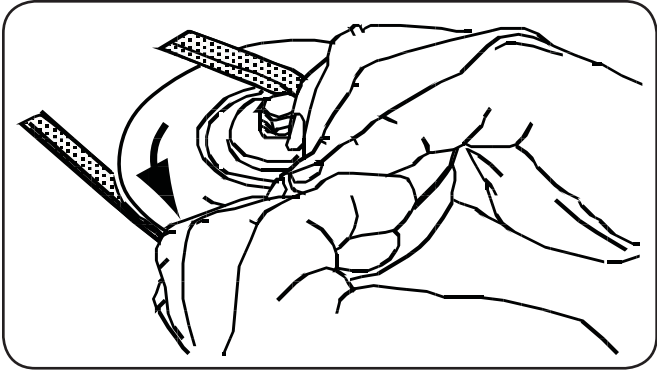

Figure 7-11
9. Tirez la droite de la courroie vers l'avant et placez le côté en V étroit dans la gorge de la poulie de la prise de force. Voir la Figure 7-11.